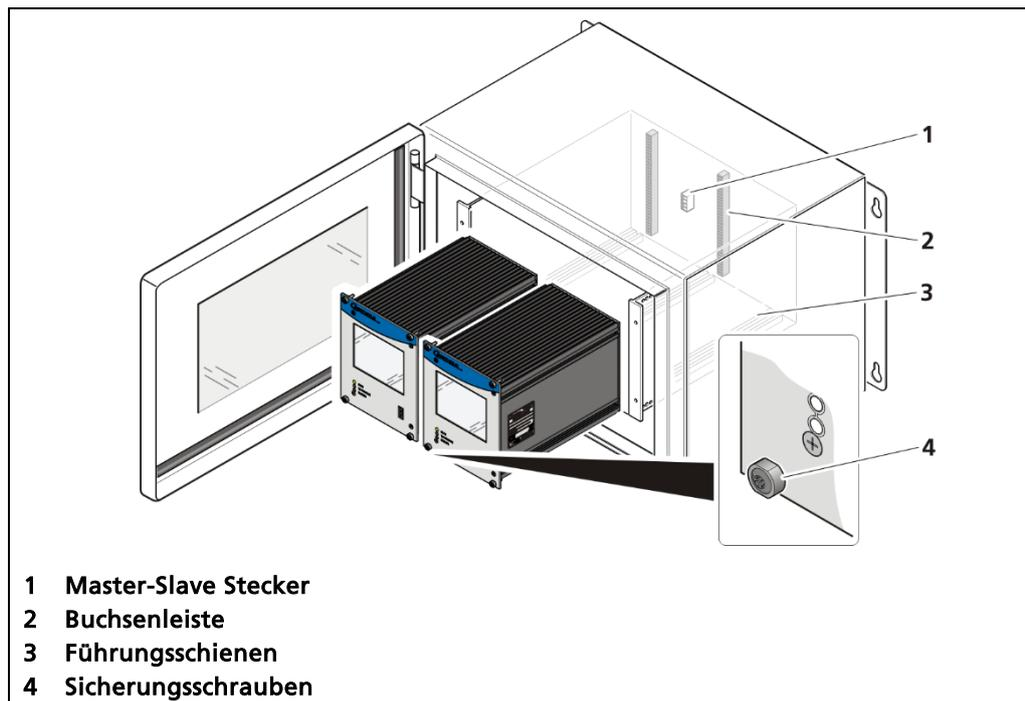

Abb. 12 Einbau der Module (Master-Master)
1. Module in die Führungsschienen setzen und vorsichtig einschieben, bis die Stiftleiste des Moduls in der Buchsenleiste (Abb. 12, Pos.2) eingesteckt ist.
2. Alle Sicherungsschrauben (Abb. 12, Pos.4) anziehen.